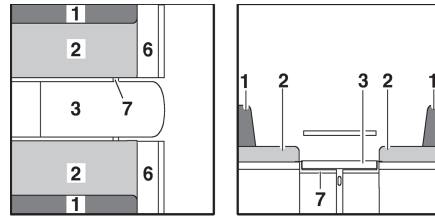

Fig. 140 Pendant la transformation
- Rabattre la rallonge de la banquette (Fig. 140,6) vers le haut et enclencher avec le rabat.